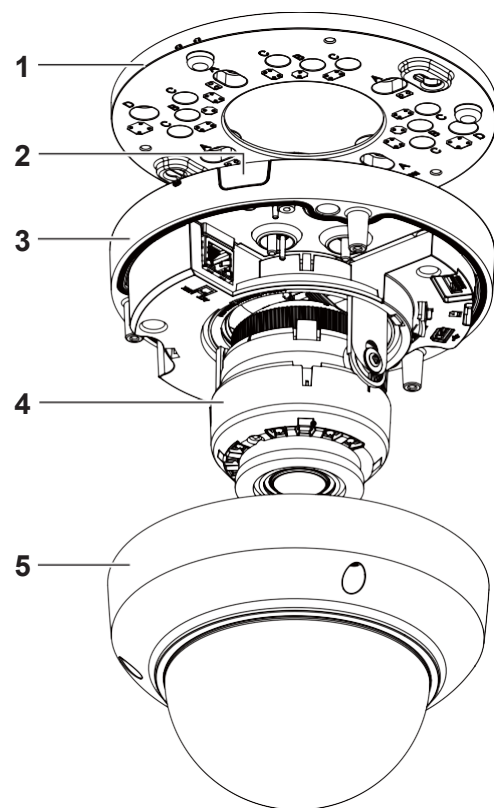
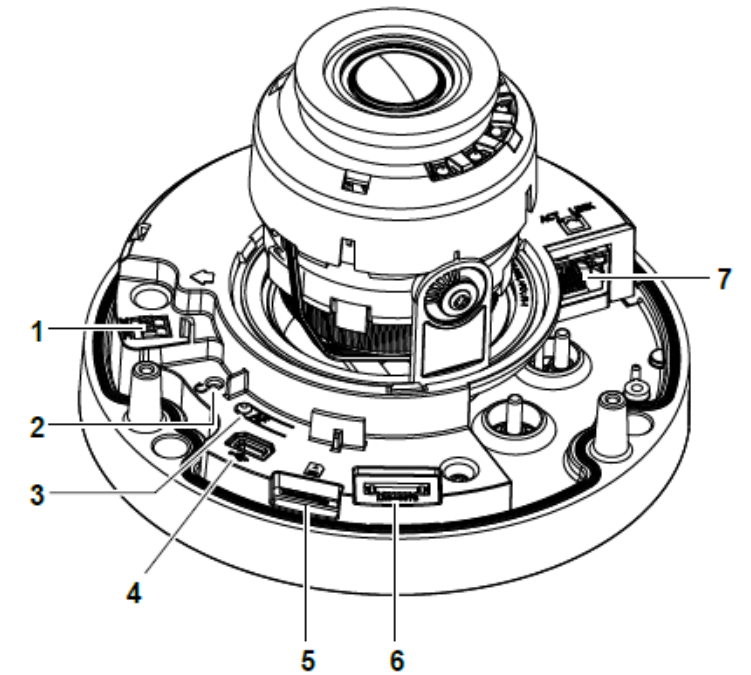

Figura 1
Figura 2
Partes de la cámara: Figura 1
4. Extraiga los tres tornillos del domo de cámara (5) (Figura 1) y retire el domo de la base de la cámara (3) (Figura 1).
Botones y conexiones de la cámara: Figura 2
7. Antes de fijar la placa de montaje (1) (Figura 2) en la base de la cámara, debe tender el cable por la entrada lateral para cable de la base de la cámara (2) (Figura 1) **o bien** por el orificio para cable en la placa de montaje de la cámara.